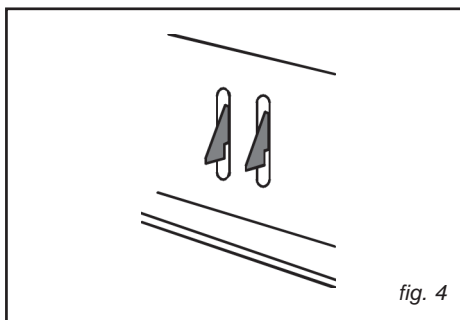

fig. 4
- Kontrollér, at låseribberne på køkkenelementet (fig. 4) er placeret i en passende højde i forhold til tykkelsen på køkkenelementets bund. Hvis afstanden er lavere end tykkelsen, skal afstanden øges ved at løsne de to skruer i apparatet.